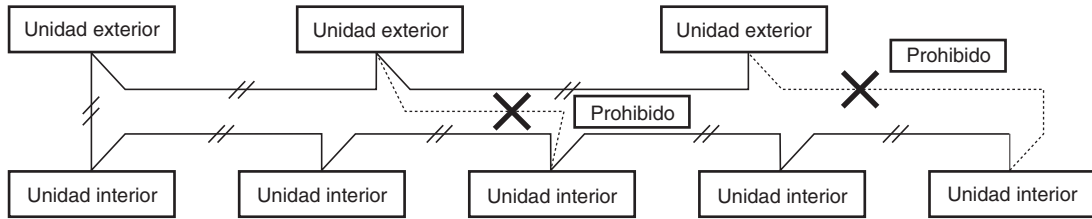

Fig. 4-3
- (1) Cuando enlace las unidades exteriores en una red, desconecte el terminal extendido desde la clavija de cortocircuito desde todas las unidades exteriores con excepción de cualquiera de las unidades exteriores. (Cuando salen de fábrica: En estado cortocircuitado). Para un sistema sin enlaces (sin cables de conexión entre las unidades exteriores), no extraiga la clavija de cortocircuito.
- (2) No instale los cables de control entre unidades de forma que se cree un bucle. (Fig. 4-3)